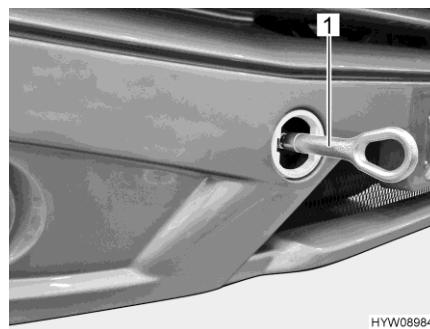

Fig. 41 Œillet de remorquage (monté)
- Monter l'œillet de remorquage (Fig. 41,1) selon les instructions du mode d'emploi du véhicule porteur.